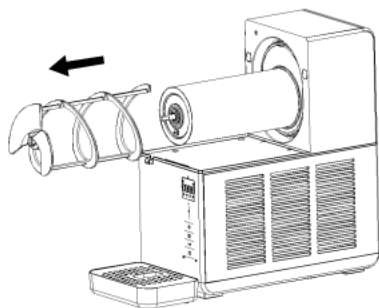
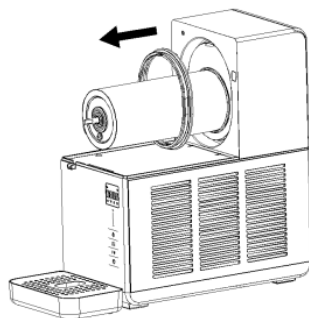

Fig.6
Fig.7
3. Fjern miksningsspaden fra køle cylinderen (som vist i fig. 6), og fjern derefter tætningsringen fra bunden af påfyldningsbeholderen (som vist i fig. 7).